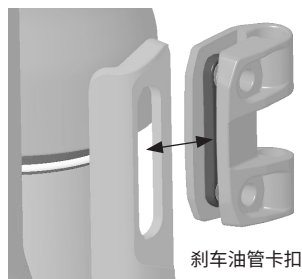

图 12: 将卡扣安装到桅杆上
1. 将刹车油管卡扣安装到桅杆套件的槽口上(图 12)。确保卡扣凸起完全嵌入护板的插槽中。